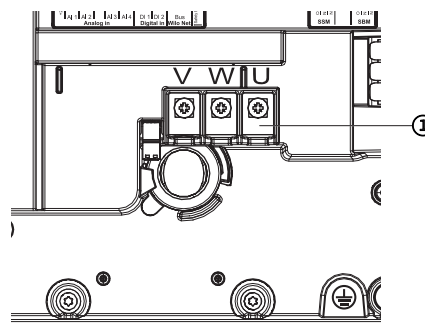

Fig. 114: Motora pieslēguma spaiļes V, W, U
5. Atskrūvējiet motora pieslēguma kabeli (Fig. 114).